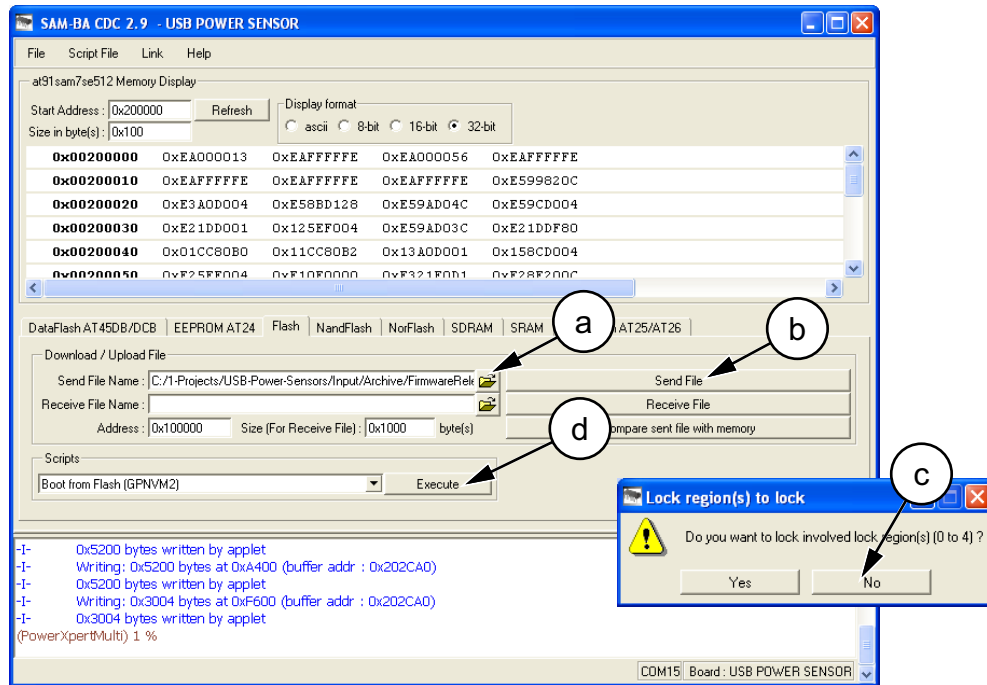

図 B-12. SAM-BA ファームウェア アップグレード ユーティリティ
9. 図 B-12 に示す SAM-BA ファームウェアで、以下の手順を行います。